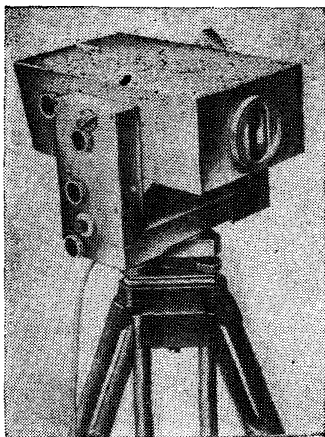

Рис. 5. Светодальномер ЕОК 2000
2.14. Светодалномер ЕОК 2000 (рис. 5) предназначен для производства линейных измерений при создании опорных геодезических сетей.